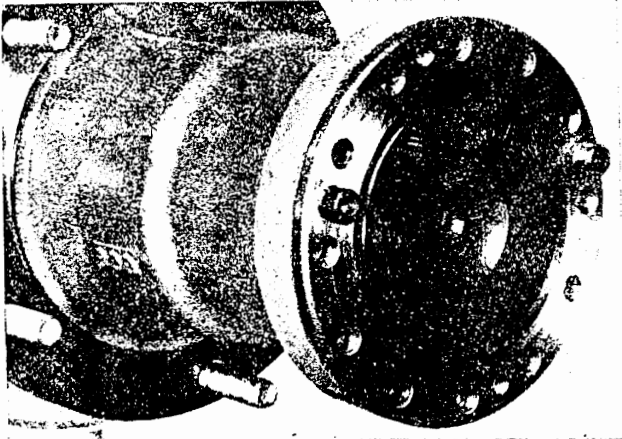

Bild H 39. Antriebswellen – Anbau
8. Je zwei Innensechskantschrauben M 8 × 25 in die vorgesehenen Gewindebohrungen einschrauben (Bild H 39).